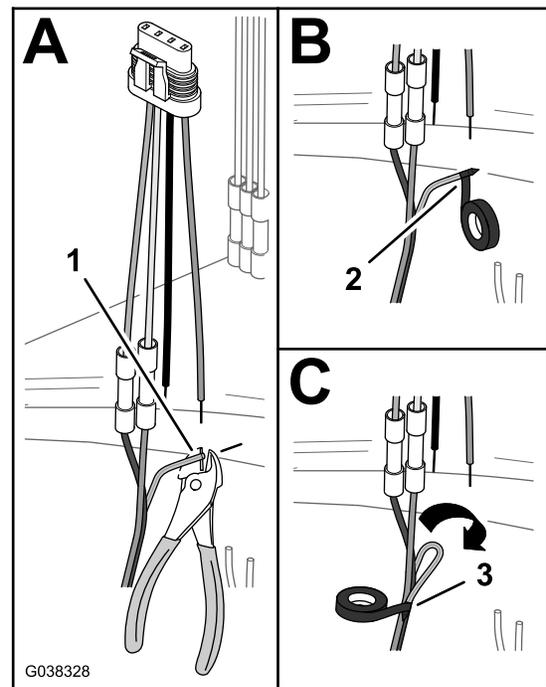

Bild 40
- B. Umwickeln Sie das grüne und gelbe Kabel mit elektrischem Band, um die Kabel abzudichten (Bild 40).
- C. Falten Sie das grüne und gelbe Kabel mit dem braunen und blauen Kabel und wickeln die drei Kabel mit dem elektrischen Band zusammen (Bild 40).
- A. Schneiden Sie die Leiter des grünen und gelben Kabels bündig mit der Isolierung ab (Bild 40).